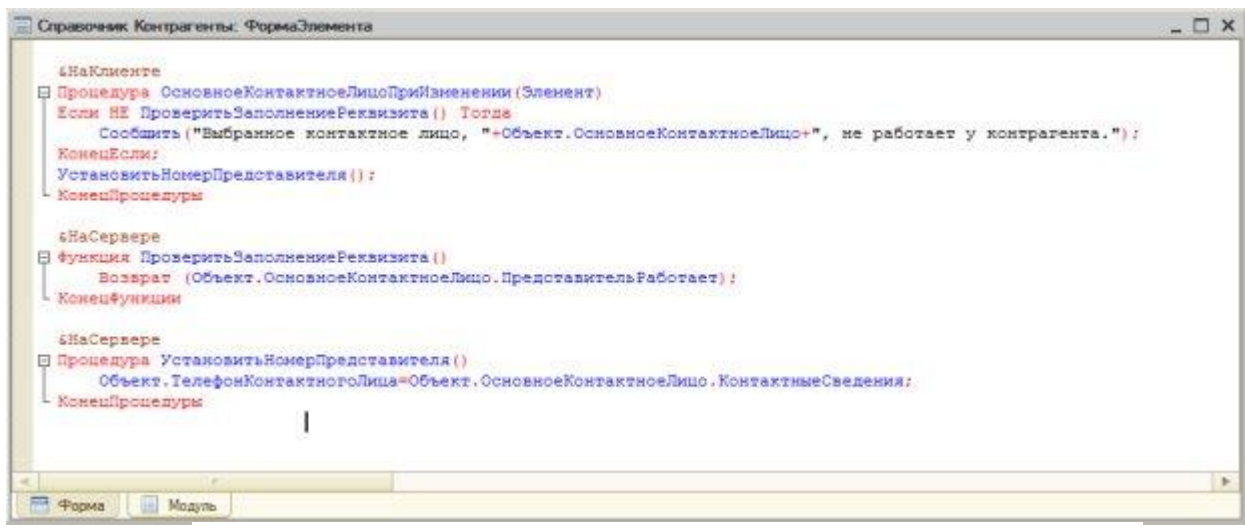

Рисунок 7.7- Код модуля формы элемента справочника Контрагенты
15. Вызовем эту процедуру в уже существующем обработчике **ПриИзменении**, код модуля приобретет вид, показанный на Рисунок 7.7.